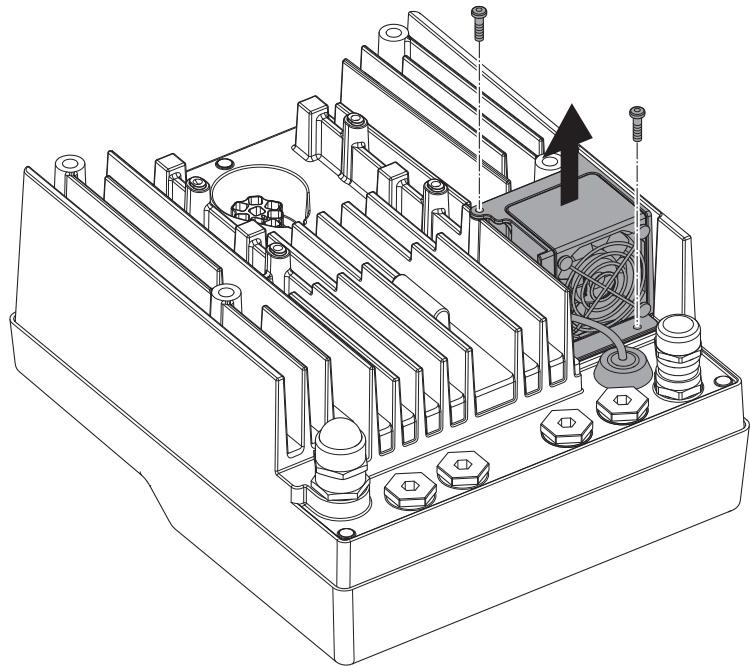

Fig. 47: Disassembly of the module fan
- Loosen the screws of the fan (Fig. 47).